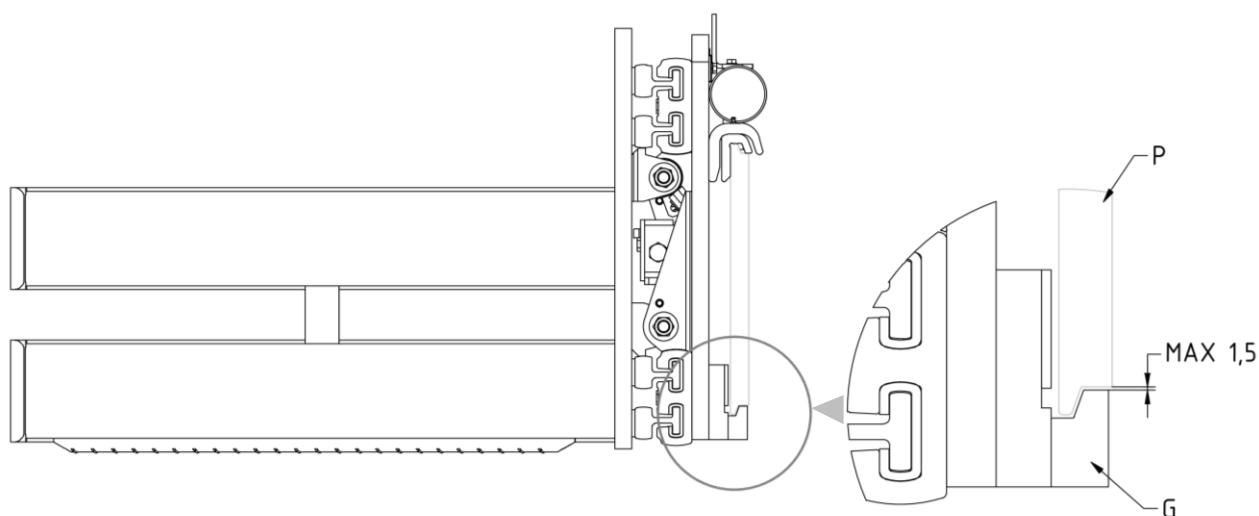

Figura 8
9. Atornillar los dos ganchos inferiores G para que su cuerpo quede enganchado debajo a la placa porta horquillas P (con un juego máximo de 1,5 mm, mira *Figura 8*), apretando con el par de apriete indicado en la *Tabla 4*.